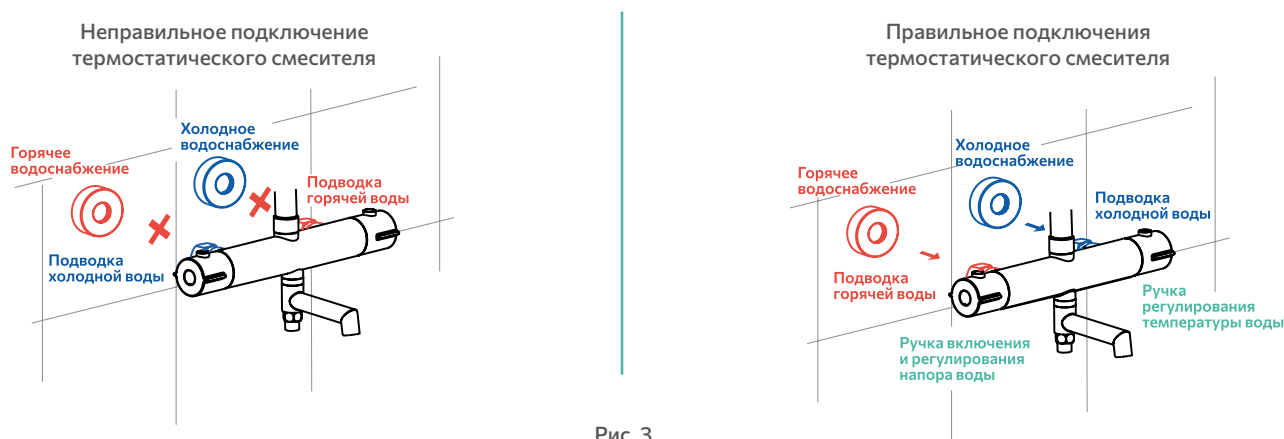

Рис. 3
1. При установке смесителя и его подключению к водоснабжению следуйте индикации на задней стенке корпуса (рис. 3).